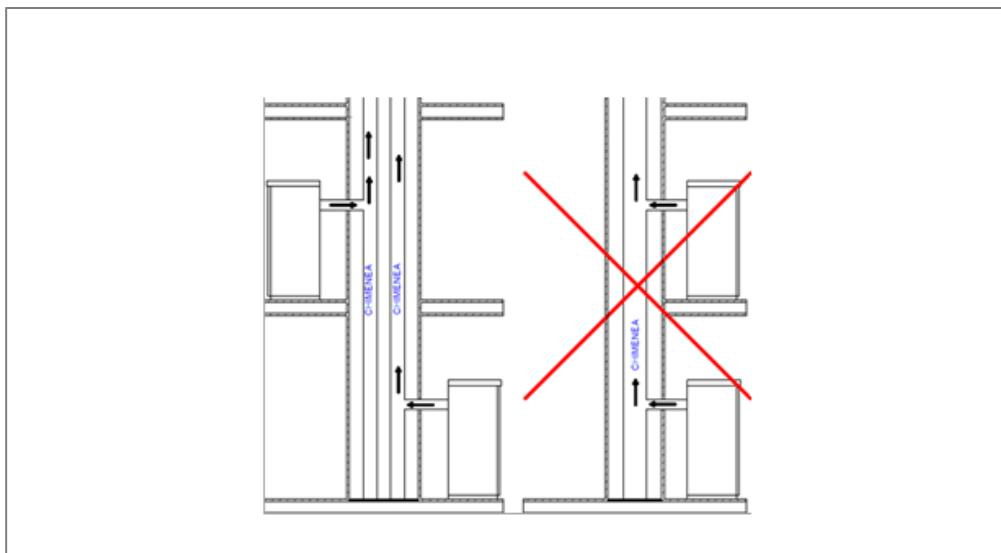

Figura 5
6. Si la estufa no calienta o hace humo, siempre se debe a un tiro defectuoso. Para lo que se describe a continuación **vea figura 5**.